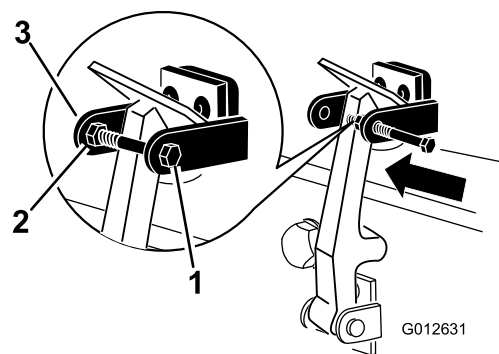

Рисунок 7
8. Установите болт в другой рычаг кронштейна защелки капота для фиксации защелки в надлежащем положении (Рисунок 7). Затяните болт, но не затягивайте гайку.